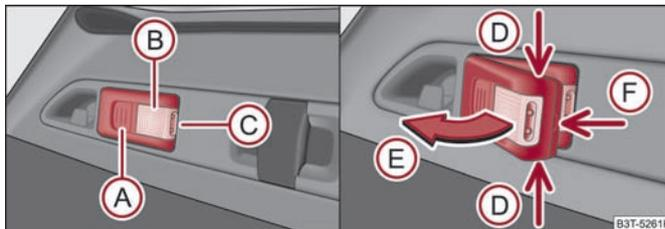

Abb. 59 Herausnehmbare Leuchte
- Beleuchtung des Gepäckraums - es leuchtet Teil Ⓑ ⇒ Abb. 59 (Leuchte ist im Halter),
- Fassen Sie die Leuchte an den Stellen der Pfeile  an \Rightarrow Abb. 59 und schwenken Sie diese in Pfeilrichtung  heraus.
- Wenn Sie die Leuchte nicht ausschalten und diese korrekt in den Halter einsetzen, werden die Lampen im vorderen Teil  \Rightarrow Abb. 59 der Leuchte automatisch ausgeschalten.
- Hebeln Sie die Akkuabdeckung mit einem schmalen, spitzen Gegenstand ab der Stelle des Arretierungsclips  ab \Rightarrow Abb. 59.